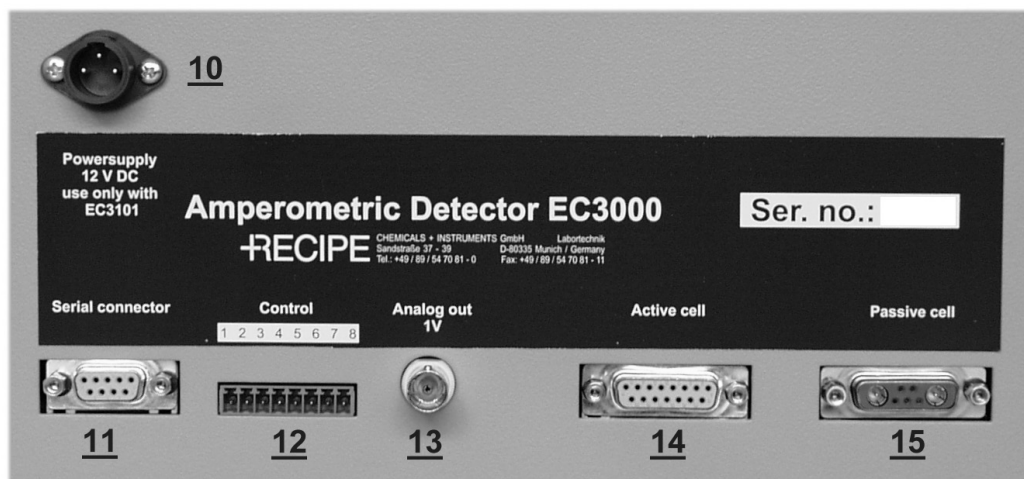

Abb. 9: Anschlusskonsole des EC3000
- Stecken Sie den Stecker für die serielle Datenschnittstelle (21) in die „passive cell“ Buchse (15) des Detektors (siehe Abb. 9).
- Stecken Sie den Abschirmungsstecker (17) (= rot, 4 mm) in die Buchse des Zellgehäuses
- Stecken Sie den Erdungsstecker (18) (= rot, 2 mm) in die Buchse des Zellkopfes.
- Stecken Sie den Referenzelektrodenstecker (19) (= schwarzer Kupplungsstecker) auf den Elektrodenstift der Referenzelektrode
- Klemmen Sie zuletzt die „Krokodilklemme“ (20) auf den Kontaktstift zur Arbeitselektrode